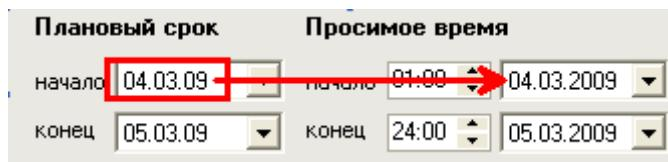

Рисунок 16.7 – Копирование значения планового срока в поля просимого времени
- «*При создании заявки копировать значения планового срока в поля просимого времени*». Если этот флаг установлен, то при заведении плановой заявки в мастере создания заявок на восьмом шаге (см. раздел «10 Создание заявок») осуществляется следующее (Рисунок 16.7):